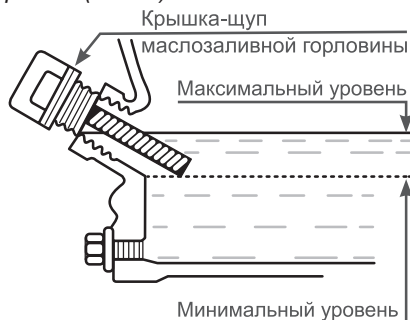

Рис. 8. Проверка уровня масла в картере
Максимальный уровень масла в картере соответствует нижней кромке заливного отверстия (Рис. 8).
4. Аккуратно извлеките щуп и осмотрите его. Уровень масла должен соответствовать верхней отметке на щупе. При недостаточном уровне масла в картере необходимо долить чистое масло до верхней отметки на щупе, что соответствует нижней кромке заливного отверстия (Рис. 8).